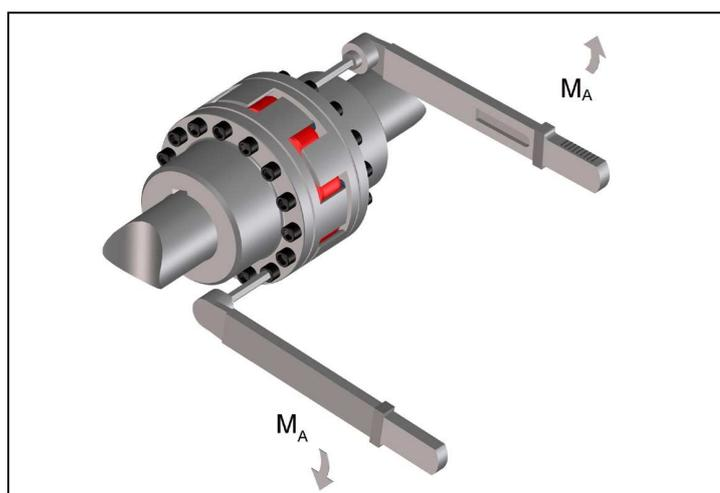

Bild 6
- Ziehen Sie die Schrauben mit dem in Tabelle 2 vorgeschriebenen Anzugsdrehmoment  $M_A$  fest (Bild 6).